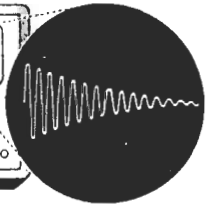

Fig. 55b
- Zet het X-kanaal van de oscilloscoop op „intern” en trigger de tijdbasis „extern” met de generatorspanning. Regel de Y-versterking en de X-snelheid tot een afbeelding volgens fig. 55b zichtbaar wordt.